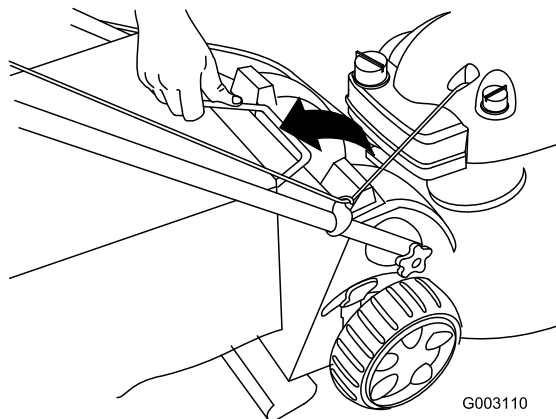

Figura 27
2. Retire el asa de la bolsa de recortes de las ranuras de la parte superior del cortacésped y retire la bolsa del cortacésped (Figura 27).